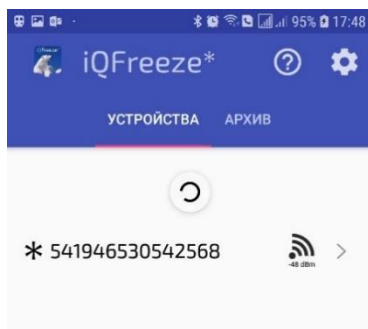
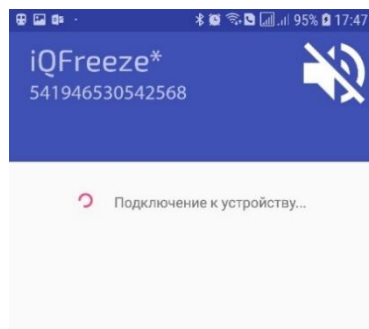

Рисунок 8 Bluetooth включен
Рисунок 9 Данные отсутствуют
**Вариант 2.** Мобильное приложение видит, что Bluetooth конкретного iQFreeze включён, но подключения нет (Рисунок 8, Рисунок 9)